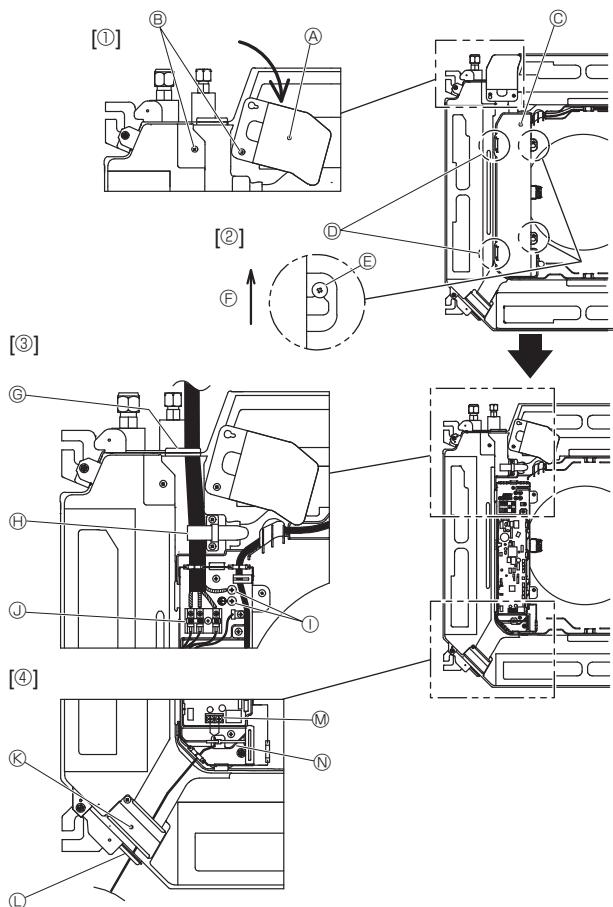
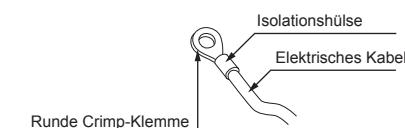
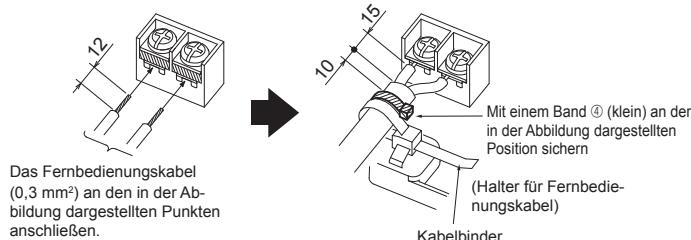

Fig. 6-1
Fig. 6-2
Fig. 6-3
6.1. Innenanlage (Fig. 6-1)
- Die beiden Befestigungsschrauben der Kabelblende lösen und dann die Kabelblende drehen. [Fig. 6-1 ①]
- Die beiden Befestigungsschrauben des Elektrokastendeckels lösen und dann den Deckel verschieben. [Fig. 6-1 ②]
- Führen Sie das Netzkabel, das Verbindungskabel für Innen-/Außengerät und den Schutzleiter durch die Verdrahtungseingänge in der Abbildung. [Fig. 6-1 ③] Bringen Sie den Ummantelungsabschnitt des Netzkabels und des Verbindungs-kabels für Innen-/Außengerät im Elektrokasten unter. Verwenden Sie runde Crimp-Klemmen für die Innengerät-Außengerät-Verbindungs-klemme und den optionalen Bausatz für die Netzanschlussklemmen. [Fig. 6-2] Falls keine runden Crimp-Klemmen verwendet werden können, wie in Fig. 6-3 bis 6-6 gezeigt vorgehen. Zur Verbindung siehe 6.1.1 und 6.1.2.
- Das Fernbedienungskabel durch die in der Abbildung gezeigten Verdrahtungsein-gänge führen und anschließen. [Fig. 6-1 ④, Fig. 6-3] Zur Verbindung siehe 6.1.1 und 6.1.2.